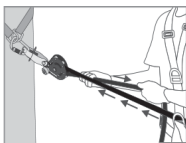
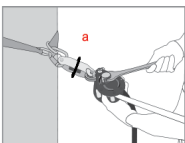

Fig. 3
Fig. 4
Når du har installert livlinen, må du aller først regulere spenningen ved å dra i tauet (i den enden hvor tauet har en endeknute - Fig. 3). Kammen (8) og kamspaken (4) skal da komme i kontakt med tauet. Slå ned kamspaken (4). Ved hjelp av en egnet nøkkel, juster spenningen på aksen for spenningsjustering (1) inntil skiven for spenningsmerket (a) som sitter på spenningsmerket (2) går fritt rundt (Fig. 4). Så snart skiven spinner fritt, SKAL MAN IKKE STRAMME VIDERE! Dette tilsvarer en forhandsspenning på linen på ca. 0.5 kN. Når utstyret er i bruk, må du kontrollere denne spenningen jevnlig (skiven for spenningsmerket må spinne fritt) og ved behov, må spenningen justeres, som beskrevet ovenfor.